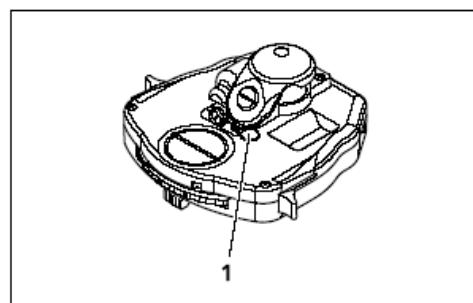

图3-52 更换 Ph-DIC 光阑
- 打开盖子 (图3-52/1)。使用 1.5mm 六角螺丝扳手以逆时钟的方向转动螺钉，直到止紧为止。此时，即可关闭 DIC 中的孔径光阑。